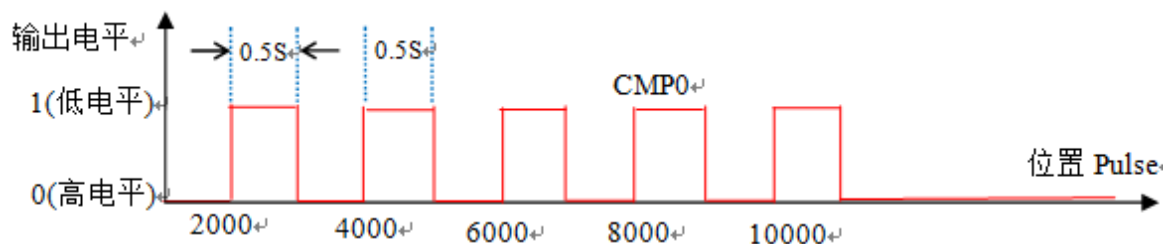

图 9.22 输出电平示意图
**运行结果:** 当 0 号轴运动经过位置 2000、4000、6000、8000、10000Pulse 时, CMP0 端口 (OUT16) 输出低电平, 持续 500ms, 如图 9.22、9.23 所示。